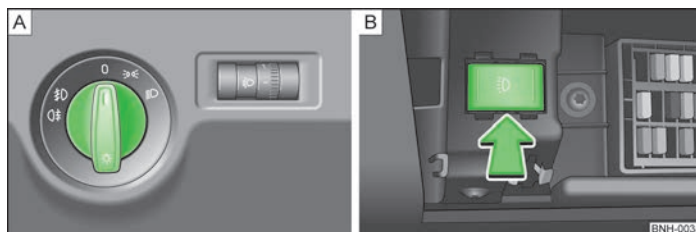

Fig. 18 Tabloul de bord: Comutatorul pentru lumini/Compartimentul siguranțelor: Comutatorul pentru lumina de zi
La autovehiculele cu volanul pe partea dreaptă ordinea aranjării întrerupătoarelor diferă parțial față de » fig. 18 la pagina 34 ordinea prezentată. Simbolurile de pe întrerupătoare sunt totuși aceleași.
➤ Rotiți comutatorul de lumini » fig. 18 - \square în poziția \Rightarrow .
➤ Rotiți comutatorul de lumini » fig. 18 - \square în poziția \mathcal{D} .
➤ Rotiți comutatorul de lumini » fig. 18 - \square în poziția 0.
Rotiți comutatorul de lumini » fig. 18 la pagina 34 - **A** în poziția 0.
- » Apăsăți tasta » fig. 18 la pagina 34 - **B** dreapta.
- » Apăsăți tasta » fig. 18 la pagina 34 - **B** stânga.
- Rotiți comutatorul de lumini » fig. 18 la pagina 34 - **A** în poziția **»** și încuiăți autovehiculul.